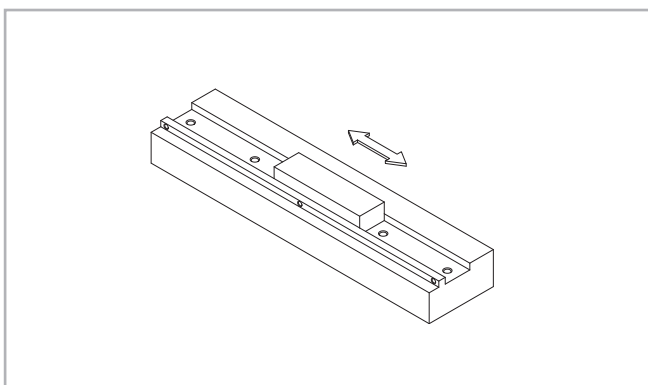

Рис. 51
(1) Выровнять несущую поверхность несущей конструкции абразивом, удаляя все задиры, заусенцы, неровности и загрязнения (см. Рис. 51).